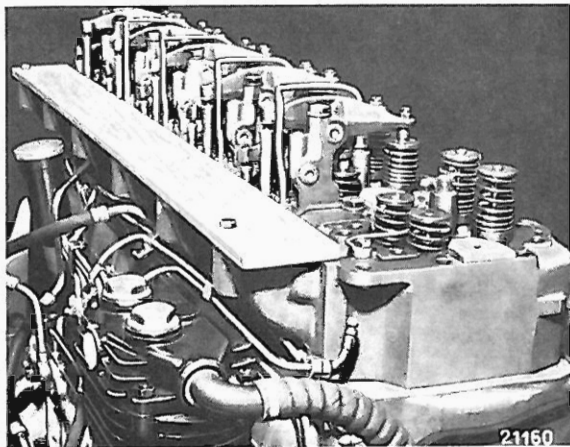

Bild 14–1/1
4. Dichtungen abnehmen. Ansaugkanäle mit Abdeckleiste (siehe Bild 14–1/1 und Seite 0–14/1) abdecken.